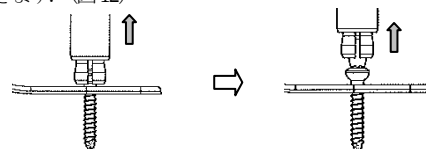

図12
- 12) 2.7コーティカルスクリューを挿入していき、スクリューホルダーがプレート当たったところで、ホルダーの外筒を持ち手側へ引き寄せます。さらにホルダーの中軸を持ち手側へ引き寄せ、スクリューを露出させ、挿入していきます。（図12）